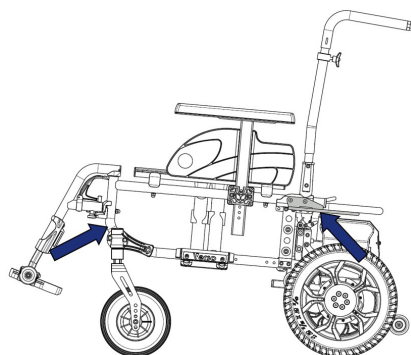
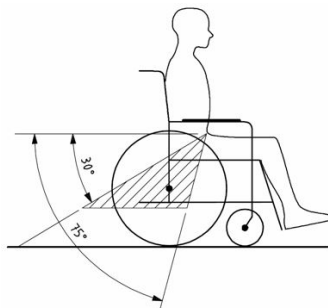

Figura 1
Figura 2
6. Monte las correas de sujeción frontal de acuerdo a las instrucciones del fabricante del sistema de la correa en el lugar indicado (Figura 1). Este lugar está marcado en la silla de ruedas con un símbolo (Figura 2).
9. Montar las correas de sujeción traseras de acuerdo con las instrucciones del fabricante del sistema de correas en el lugar indicado (Figura 1). Este lugar está marcado en la silla de ruedas con un símbolo (Figura 2).